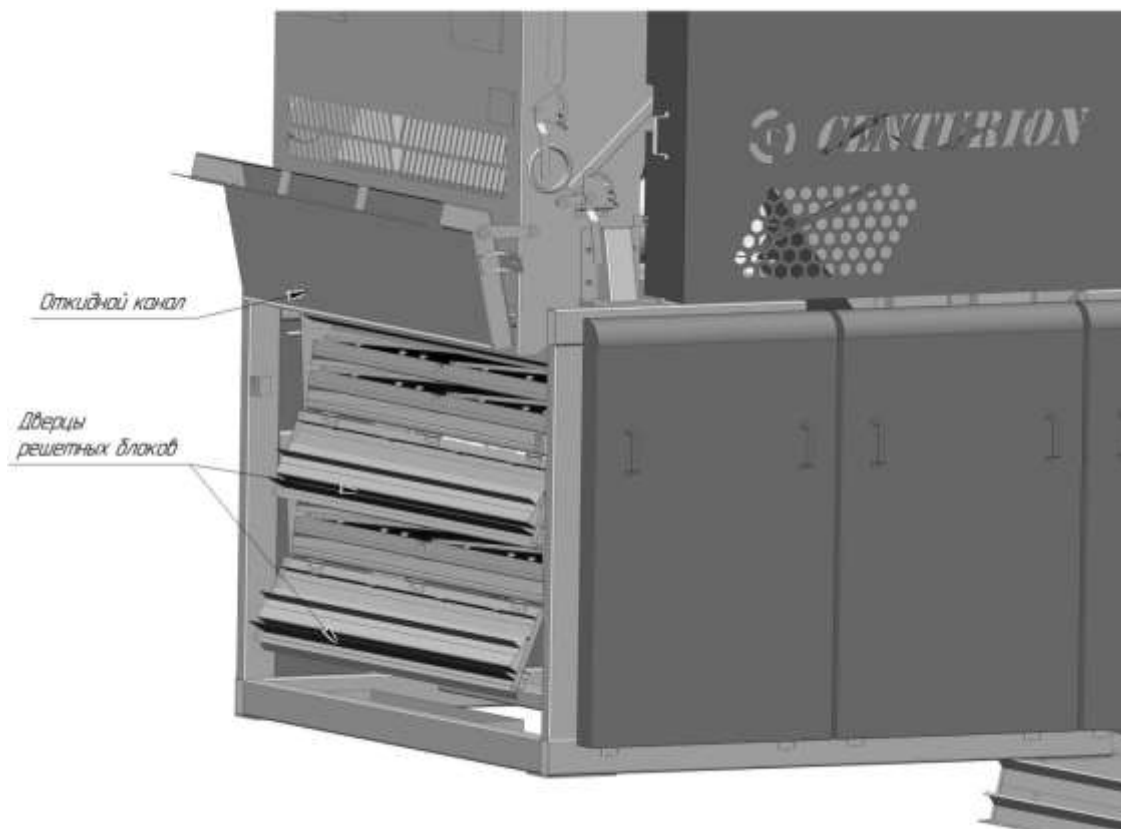

Рис. 7
1. Открыть откидной канал, поднять его и зафиксировать крючками с обеих сторон в открытом положении. Открыть дверцы решетчатых блоков.(Рис. 7)